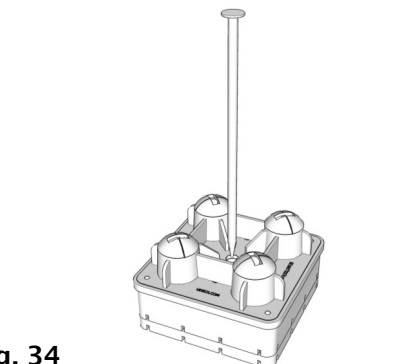

Fig. 34
**IMPORTANTE:** Si Usted desea comprar e instalar los componentes para nivelacion de UDECX: Shims de 1" (G), y/o Risers de 3" (H), Ud. necesitara asegurar el Pier (A) y todos los Shims de 1" (G) o los Risers de 3" (H) con un PICO de 18" (J). Ver la Fig 34.
**(NOTA: Todos los Risers (H), Shims (G) y Piers (A) deberan asegurarse con los Picos de 18")** (Fig 34)